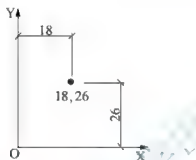

图 2.47 绝对直角坐标
(1) 绝对直角坐标：相对于当前坐标原点的坐标值，绝对直角坐标的输入方法为“X,Y”，如输入“18, 26”，结果如图 2.47 所示。